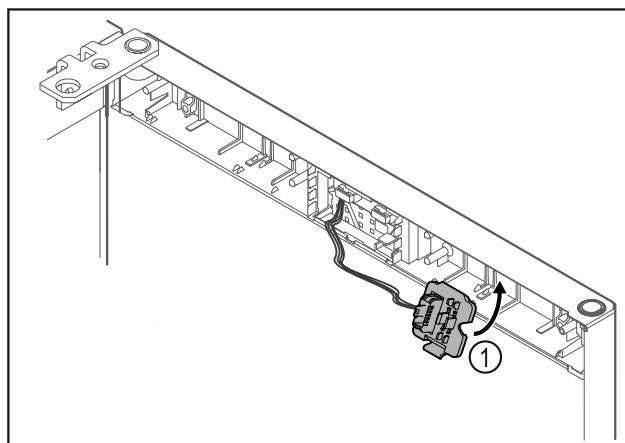

Fig. 23
- Κουμπώστε το στήριγμα του φίς Fig. 23 (1) στην απέναντι πλευρά.